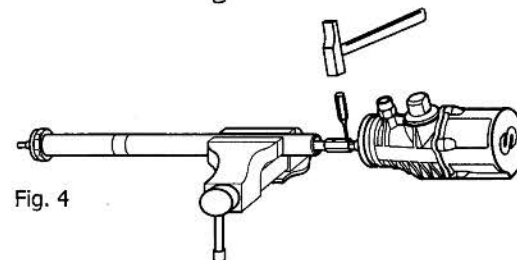

Fig. 4
5. Remove the pin (25) situated in the upper part of the union nut (fig. 4) and unscrew the air motor body from the suction tube assembly.
5. Extraer el pasador (25) situado en la parte superior de la tuerca de conexión (fig. 4) y desenroscar el cuerpo del tubo de aspiración .
5. Sortir la goupille (25) située au niveau de la partie supérieure de l'écrou prolongateur (voir fig. 4) et séparer le corps du tube d'aspiration .